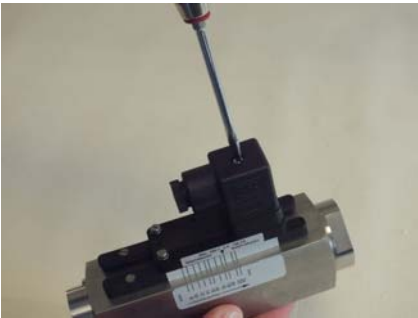

Abb. 19: Steckerdose lösen
1. ➔ Befestigungsschraube (Abb. 19) von der Steckerdose lösen
9. ➤ Steckerdose auf Gerätestecker stecken und Befestigungsschraube (Abb. 19/1) anziehen